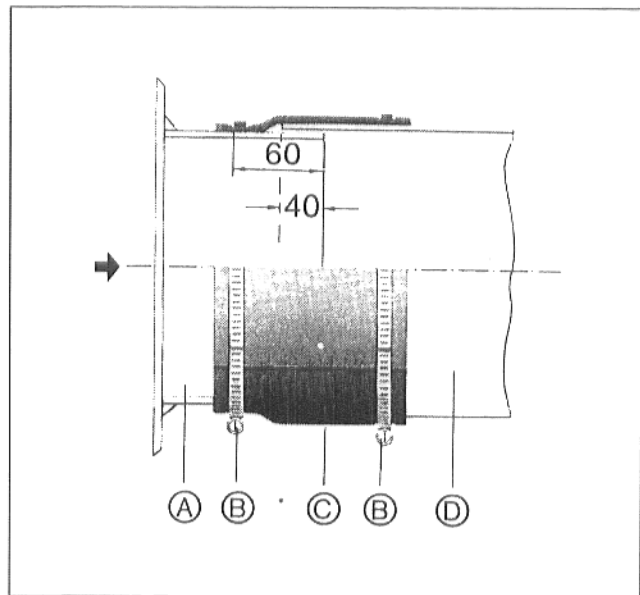

Abb. 4
- Spannbänder ⑥ auf Abgasrohr ④ schieben.
- Abgasrohr ④ ca. 40 mm auf Kesselrohrstutzen ① stecken.
- Abgasrohr-Abdichtungsmanschette ③ anlegen.
- Spannbänder ⑥ über Abdichtungsmanschette schieben und anziehen (Abb. 4).